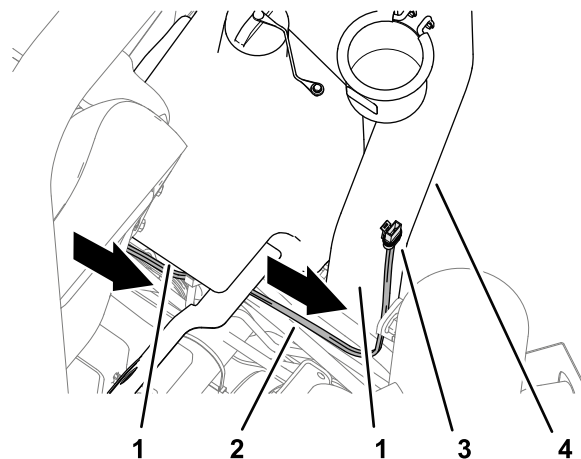

Figura 12
4. Instradate il cablaggio di alimentazione lungo il fondo del serbatoio del carburante e in alto lungo il tubo destro del roll bar (Figura 12).